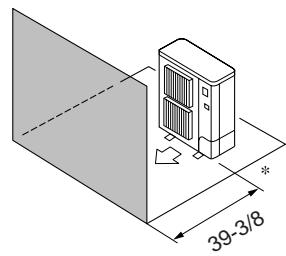

Fig. 2-5
④ Obstacles uniquement à l'avant (Fig. 2-5)